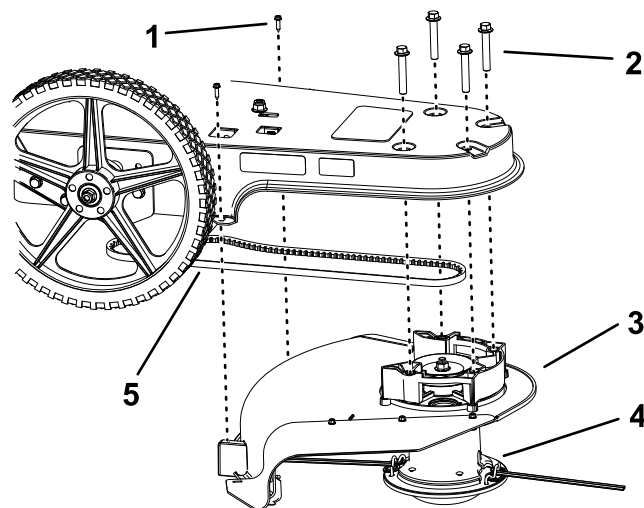

Figura 19
7. Sujete el cabezal de corte y el protector (Figura 19).